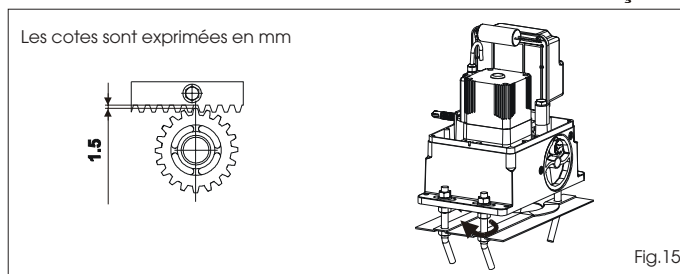

Fig.15
- Au terme de l'installation de la crémaillère, pour garantir un engrenement correct avec le pignon, il est recommandé d'abaisser d'environ 1,5 mm (Fig. 15) la position du motoréducteur.